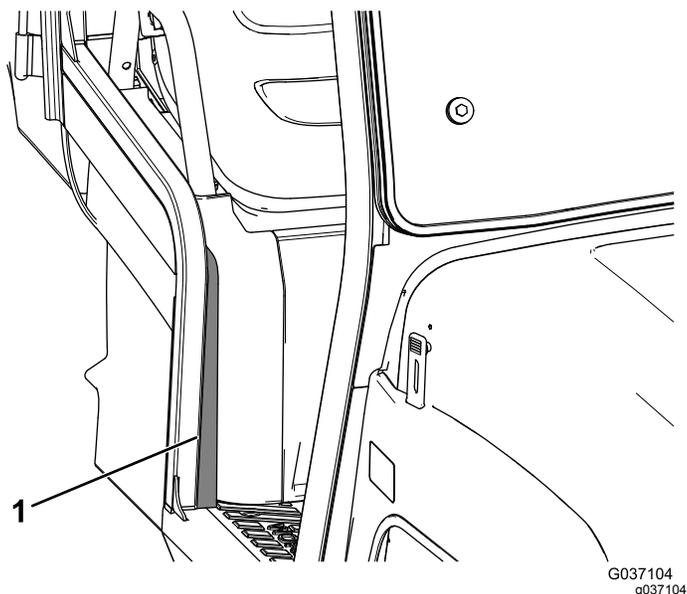

Рисунок 16
- Удалите защитный слой с самоклеящейся поверхности уплотнителя из пеноматериала и приклейте уплотнитель к правой стороне машины Рисунок 16.